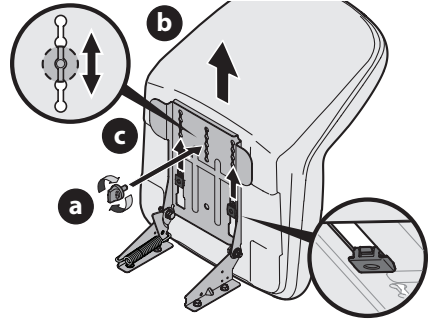

Figure 3
3. Alignez le siège (b) avec le support de pivotement du siège (c), comme illustré sur la Figure 3, et installez le siège (b) sur le support du siège en insérant les deux encoches sous le siège (c) dans les fentes du support de pivotement (c).
4. Faites glisser le siège (b) vers l'arrière dans le support de pivotement (c) en alignant la fente centrale du support avec le trou libre sur la base du siège (b) (Figure 3).
NOTE : Assurez-vous que les deux encoches du siège s'enclenchent dans le support de pivotement, comme illustré dans l'encadré de la Figure 3.
5. Placez le siège (b) à la position désirée et fixez-le avec le bouton de réglage ou le boulon de 9/16 po (a) retiré antérieurement (Figure 3).